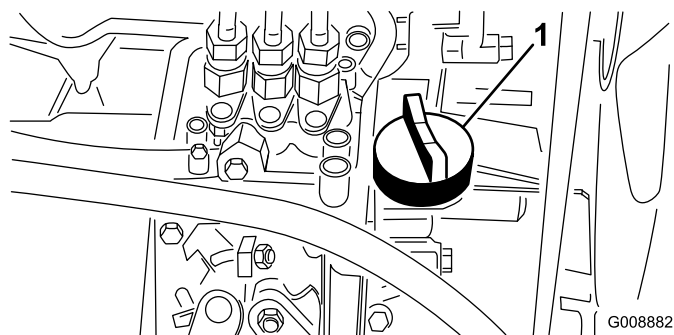

Figure 21
4. Si le niveau est bas, retirez le bouchon de remplissage (Figure 21) et versez progressivement de petites quantités d'huile, en vérifiant fréquemment le niveau, jusqu'à ce que l'huile atteigne le repère maximum sur la jauge.